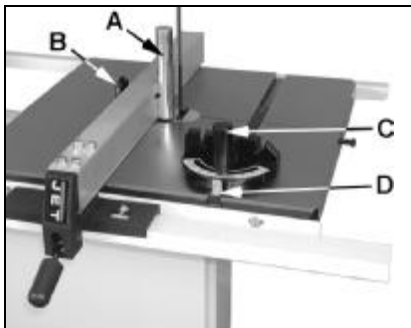

Fig 7
Monteer de aanslag (A, Fig 7) met de stervormige knopschroef (B) op de hoogte van de zaaglintvertanding.